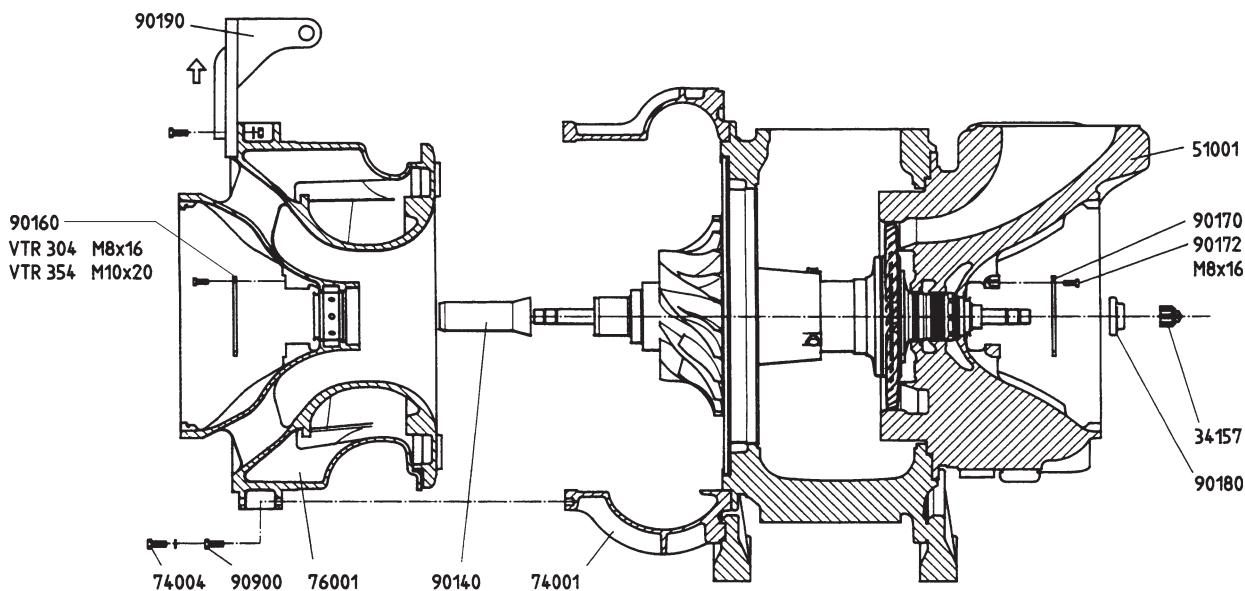

Fig. 5-12
- Zentrierrohr (90140) auf Welle aufschrauben (s. Fig. 5-12)
- Axiale Haltevorrichtung (90180) mit Hutmutter (34157) entfernen (s. Fig. 5-12).
- Screw the centering tube (90140) onto the shaft (see fig. 5-12).
- Remove the axial holding device (90180) with the cap nut (34157) (see fig. 5-12).